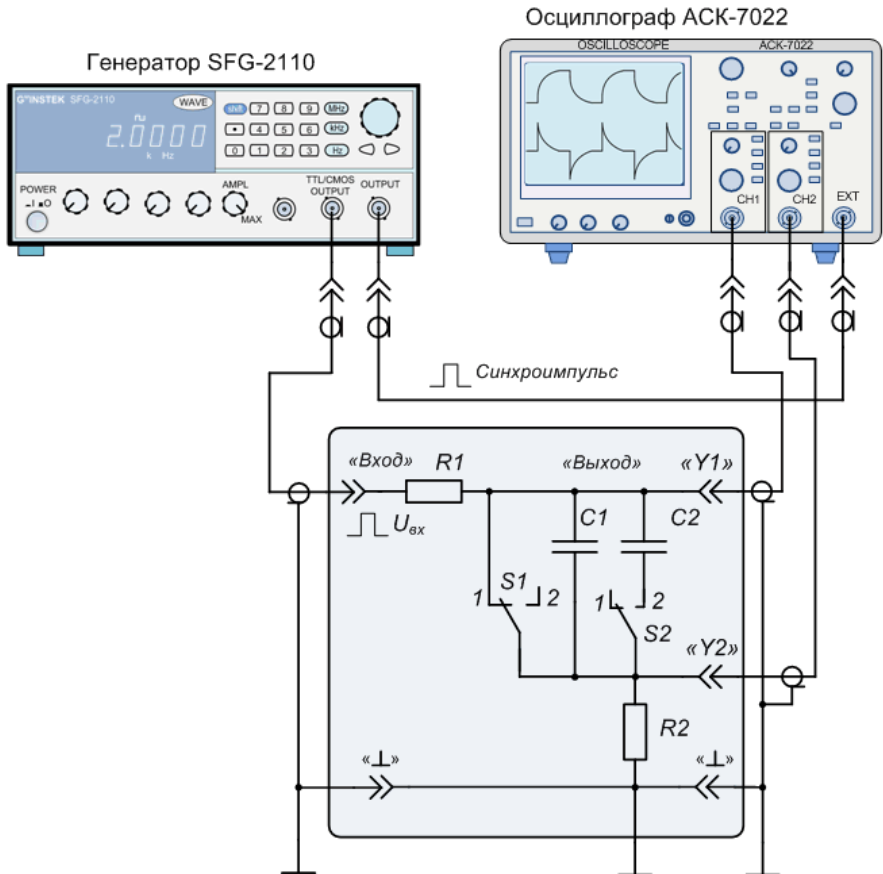
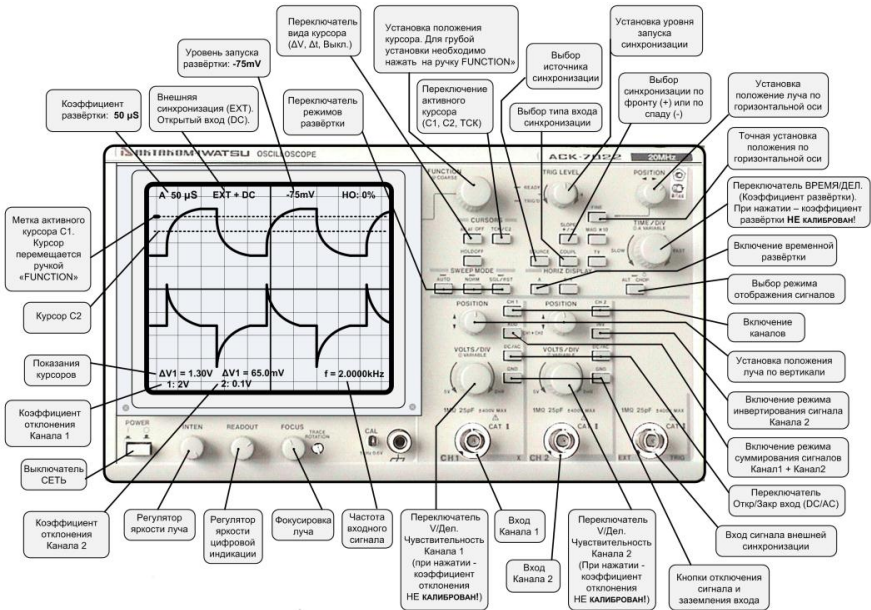

Рис. 302.4
Рис. 302.5
Лабораторная установка для исследования процессов заряда и разряда конденсатора (рис. 302.4) состоит из осциллографа АСК-7022, передняя панель которого представлена на рис. 302.5, лабораторного макета и генератора сигналов SFG -2110.
(см. рис. 302.4). Установка состоит из электронного осциллографа **АСК-7022**, функционального генератора **SFG2110**, выдающего прямоугольные импульсы, и лабораторного макета. Прямоугольные импульсы амплитудой 5 В и частотой следования 2 кГц с генератора через резистор **RI** поступают на конденсаторы **CI** или **CI+C2**. Лабораторный макет позволяет исследовать временную зависимость заряда и разряда конденсатора и наблюдать на экране осциллографа форму входного напряжения, характер изменения напряжения на конденсаторе при заряде и разряде, а также характер изменения тока при заряде и разряде.
3. Установить на генераторе **SFG2110** (см. рис. 302.4) ручку «**AMPL**» (АМПЛИТУДА) в среднее положение. Эта ручка должна находиться в нажатом положении. Генератор будет выдавать напряжение на выходе «**OUTPUT**» (ВЫХОД) 5 В.
6. Подключить питание осциллографа **АСК-7022** и включить сетевой выключатель «**POWER**» (СЕТЬ) (см. рис. 302.4).
11. Кнопкой «**SOURCE**» (ВЫБОР ИСТОЧНИКА СИГНАЛА СИНХРОНИЗАЦИИ) выбрать режим «**EXT**» (ВНЕШНЯЯ СИНХРОНИЗАЦИЯ). В этом режиме сигнал синхронизации будет поступать через разъём «**EXT TRIG**» (ВНЕШНЯЯ СИНХРОНИЗАЦИЯ) с разъёма «**OUTPUT**» (ВЫХОД) генератора **SFG2110** (см. рис. 302.4). Достоинст-
19. В результате выполнения предыдущих пунктов на экране должно появиться устойчивое изображение формы сигнала. С помощью регуляторов установки положения луча по вертикали «**POSITION**  $\updownarrow$ » (ПОЛОЖЕНИЕ  $\updownarrow$ ) в Канале-1 и Канале-2 установите изображение исследуемого сигнала примерно как на рис. 302.5.